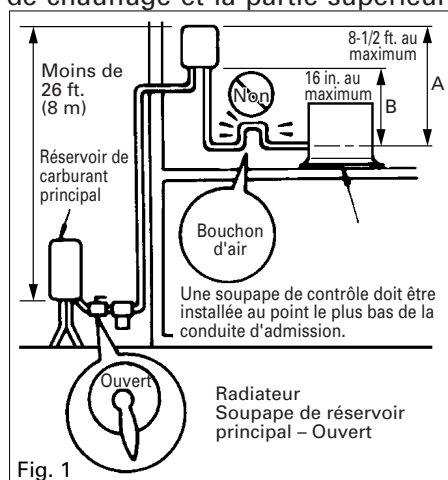

Fig. 1
1. La hauteur d'élévation maximale est de 26 ft. (8 m) (Fig. 1)
Les hauteurs (A) et (B) entre l'arrivée de combustible de l'appareil de chauffage et la pompe élévatrice doivent être celles exigées pour cet appareil de chauffage (16 in. au minimum et 8-1/2 ft. au maximum). (Fig. 1)
3. Ne jamais fermer la soupape du réservoir principal quand le radiateur fonctionne. Si la soupape est fermée pendant le fonctionnement de la pompe, la pompe peut se bloquer etc. (Fig. 1)
4. Pour éviter les bouchons d'air dans le tuyau à carburant, la conduite de carburant doit être régulière, sans coudes en U ou serrés. (Fig.1 )